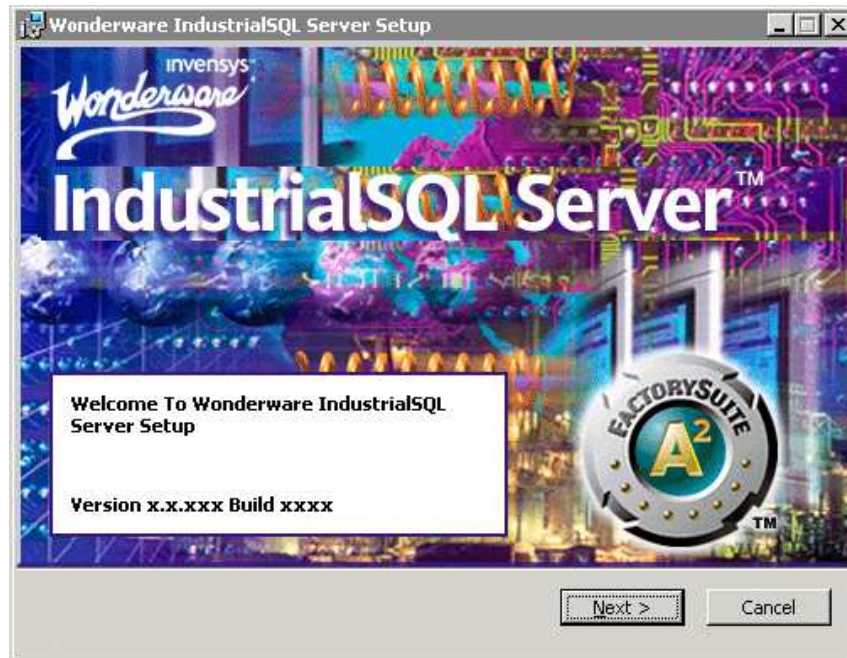

Figura. 4.4. Ventana de Bienvenida a la Instalación de IndustrialSQL Server
1. Dar doble click al archivo "Setup.exe" para iniciar la instalación. Se muestra la ventana de bienvenida que se muestra en la Figura. 4.4